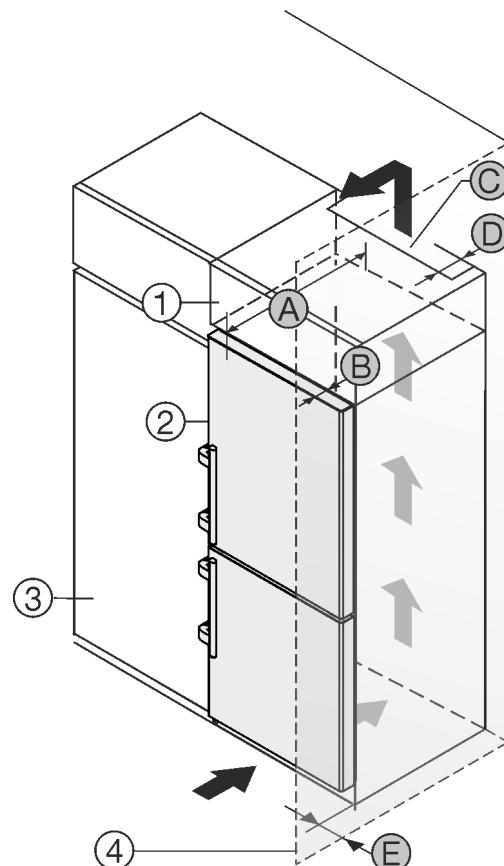

Fig. 2
Uređaj možete postaviti neposredno pored kuhinjskog ormara Fig. 2 (3).\*
Na stražnjoj strani visećeg ormara treba postojati otvor za odzračivanje dubine Fig. 2 (D) po cijeloj širini visećeg ormara.\*
Ispod stropa prostorije treba poštovati ventilacijski presjek Fig. 2 (C).\*
Kada se uređaj postavlja s okovima pored zida Fig. 2 (4), razmak između uređaja i zida mora iznositi najmanje 57 mm . To odgovara stajanju ručice kod otvorenih vrata.\*
Kako biste vrata mogli potpuno otvoriti, uređaj mora biti za dubinu vrata Fig. 2 (B) ispred u odnosu na prednjicu kuhinjskog ormara. Ovisno o dubini kuhinjskih elemenata Fig. 2 (3) i uporabi zidnih odstojnika, uređaj može i dalje stršati.\*